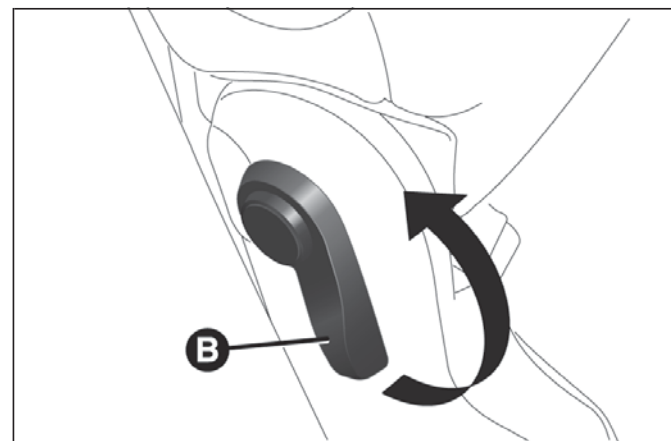

fig. 87
- ☐ levantar la palanca B fig. 87 para abatir el respaldo (ver fig. 88).
Para volver a colocar el respaldo en su posición normal, levantar la palanca B fig. 87 y, a continuación, levantar el respaldo.
Para volver a colocar el respaldo en su posición normal, levantar la palanca B fig. 87 y, a continuación, levantar el respaldo hasta alcanzar la posición de enganche vertical.